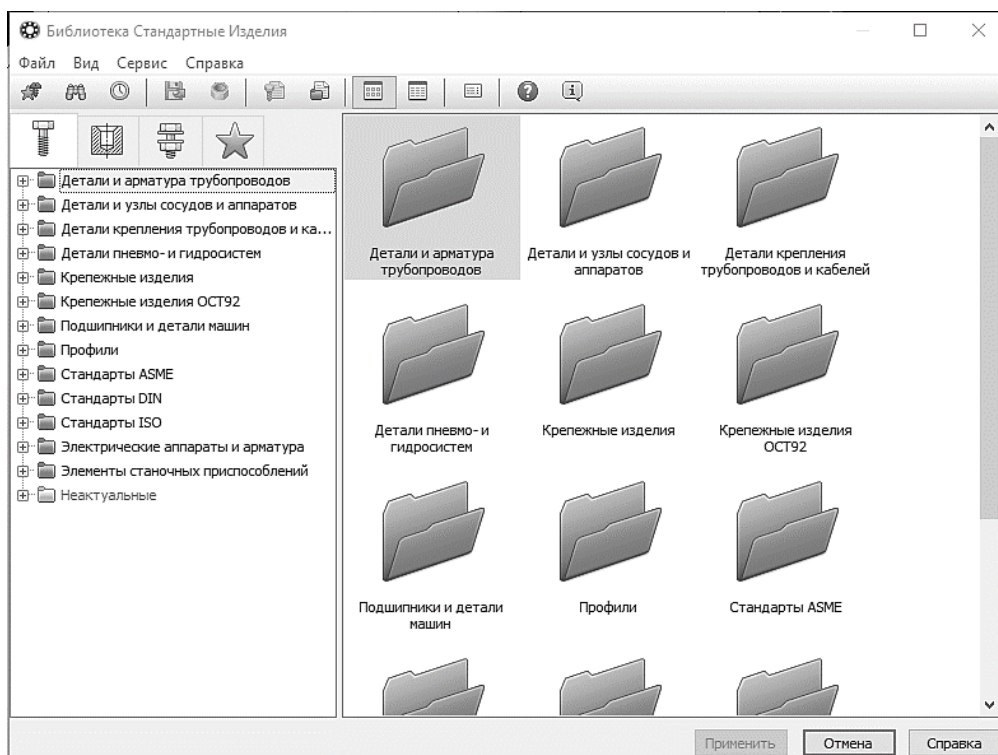

Рис. 89. Добавление стандартных изделий
10.1.2 Вызовите команду **Библиотеки – Стандартные изделия – Вставить элемент**. На экране откроется окно **Библиотека Стандартные Изделия** (рис. 89).